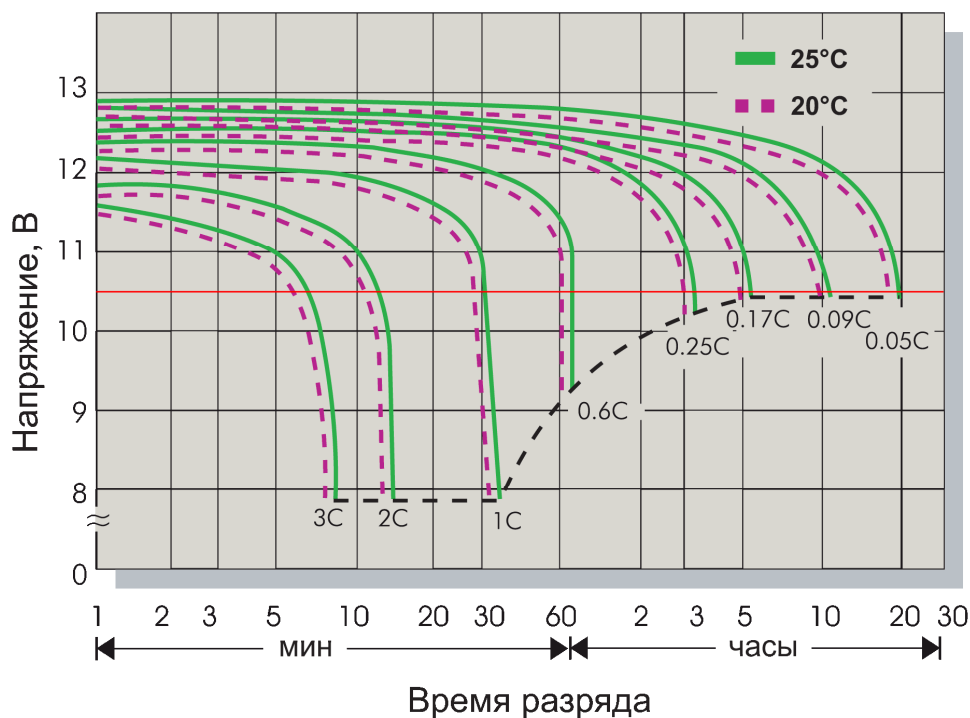

Рис. 8
4. На графике разрядных характеристик аккумулятора находим кривую, соответствующую полученному отношению (в качестве примера на рис. 8 приведены типовые разрядные характеристики аккумуляторов CSB серии GP). Ищем точку пересечения этой кривой с горизонтальной линией, соответствующей напряжению отключения ИБП U_{off} (по умолчанию 10,5В, на графике показана красным цветом). Проводим из этой точки вертикаль к оси времени и получаем время автономной работы ИБП.